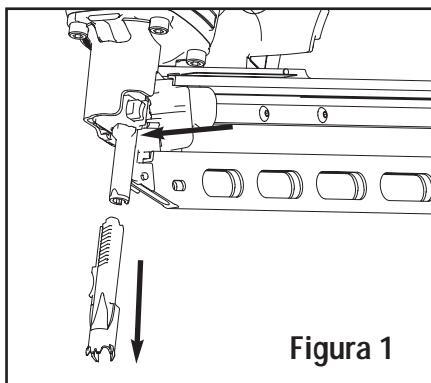

Figura 1
- Presione hacia adentro el botón de seguro. (Vea la figura 1)